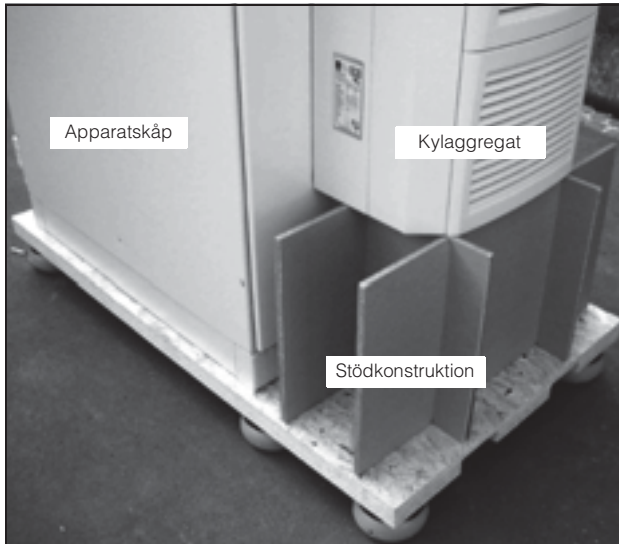

Bild 1: Transport av ett kombinerat apparatskåp-kylaggregat
- Vid transport av redan monterade aggregat (på apparatskåpet) måste ha transportskydd. För detta lämpar sig en konstruktion av t.ex. kvadratiska träribbor eller brädor som stöttar kylaggregatet och gör att aggregatet inte kanar ned vid ev. stötar (se bild 1). För att få så låga vältmoment som möjligt ska pallen vara tillräckligt stor. Om kylaggregatet har monterats i en dörr måste denna vara stängd under transporten.